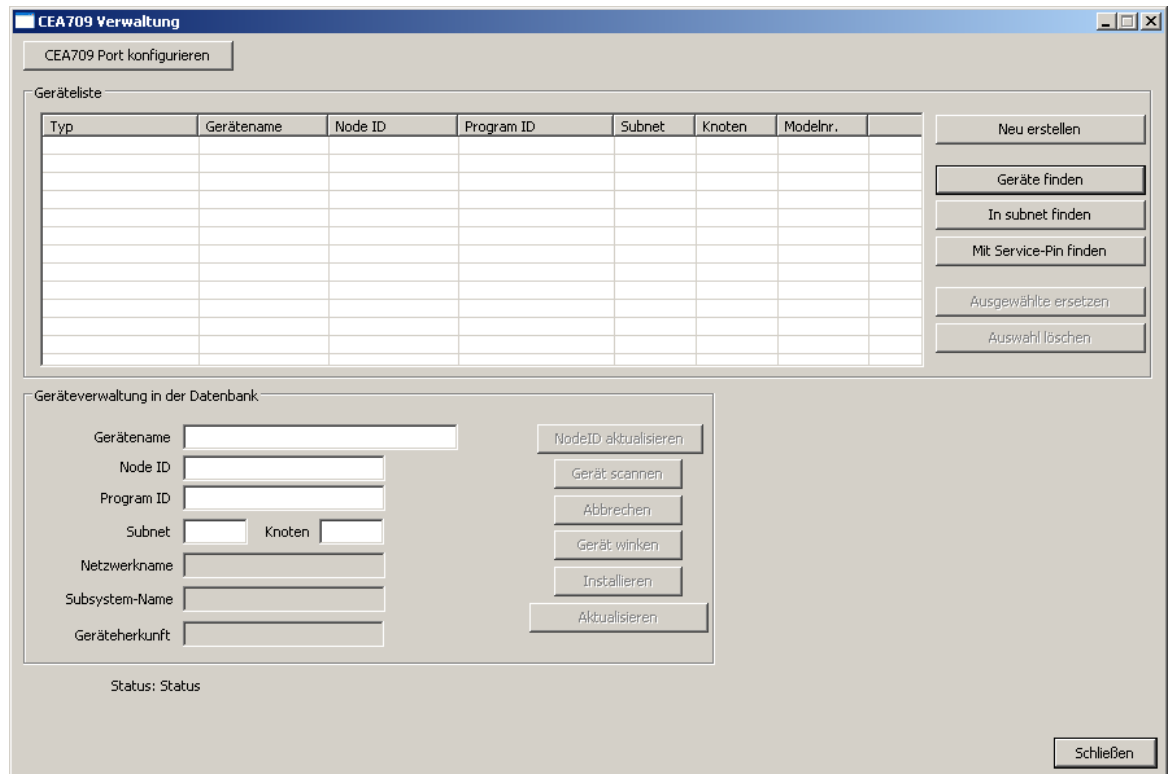

Abbildung 105: CEA-709-Netzwerk-Scan-Dialog
- Klicken Sie mit der rechten Maustaste auf diesen Ordner und wählen Sie **CEA709/852 Netzwerk scannen...** aus. Dadurch wird der **CEA-709 Management**-Dialog aus Abbildung 105 geöffnet.